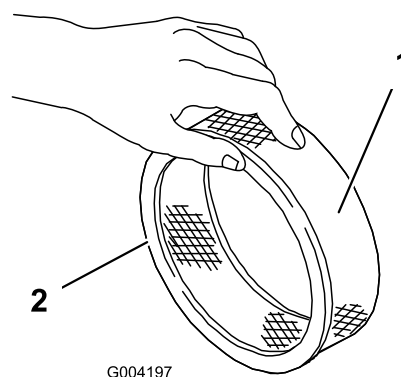

Figure 21
5. Tapotez l'élément sur une surface plane pour faire tomber la poussière et la saleté (Figure 21).
1. Glissez délicatement le préfiltre en mousse sur l'élément en papier (Figure 21).